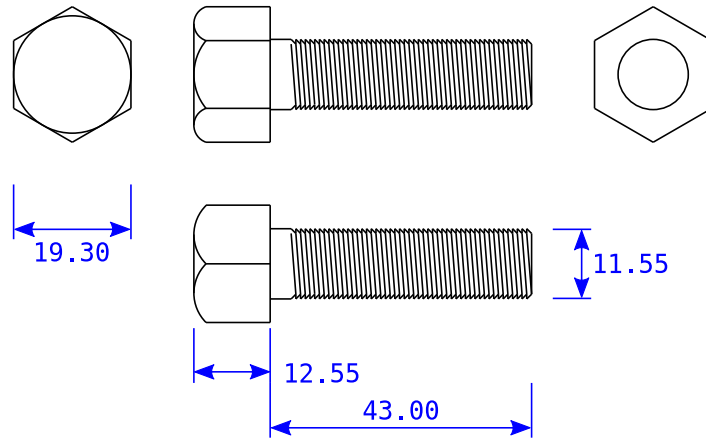

Figura 2: Datos del perno
- Dado el perno de la figura 2, calcular la fórmula del volumen en función de sus parámetros.